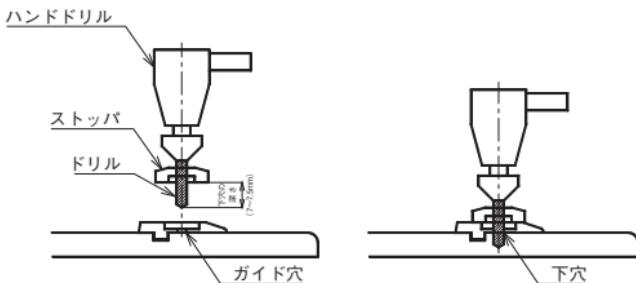

図89 下穴加工
- ④ 専用のストップ付ドリルの下穴深さが7~7.5mmであることを確認したあと、切管用挿し口リング（継ぎ輪用）のガイド穴に合わせて、切管用挿し口リング（継ぎ輪用）および挿し口に所定の深さの下穴を加工する（図89）。加工終了後は切屑を下穴から除去する。